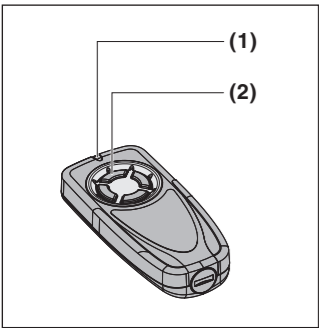

Fig. 1
2 Device description (fig. 1)
4.2 Using the hand transmitter (fig. 1)
- Press button (2) on the hand transmitter. The function assigned to the button (e.g. open/close door) will be carried out.
2 Beskrivning av enheten (fig. 1)
4.2 Använda fjärrkontrollen (fig. 1)
- Tryck på knappen (2) på fjärrkontrollen. Funktionen som är kopplad till knappen utförs (t.ex. öppna/stänga porten).
2 Beskrivelse af apparatet (fig. 1)